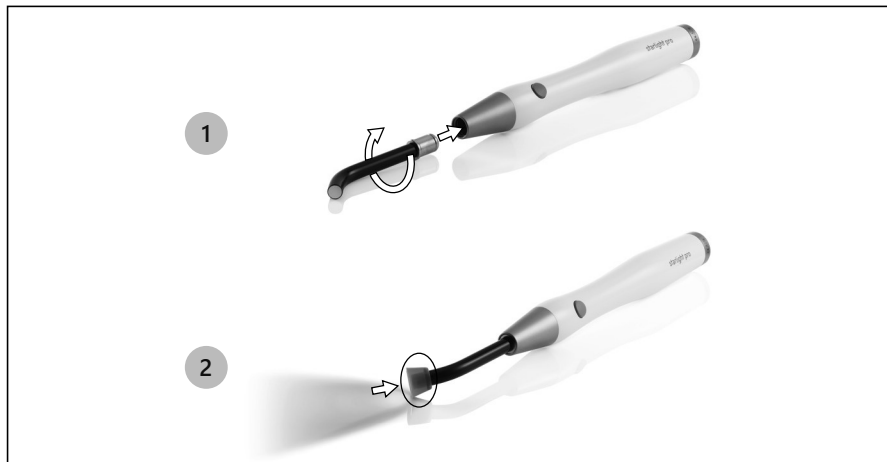

Abbildung 7 – Anschluss von Zubehö
1. Führen Sie die Lichtleitfaser von Hand unter leichtem Druck und, falls erforderlich, mit einer Drehbewegung in das Handstück ein, bis sie einrastet (siehe Abbildung 7 auf Seite 16);
2. Führen Sie den optischen Schutz manuell in den Lichtwellenleiter ein (siehe Abbildung 7 auf Seite 16).